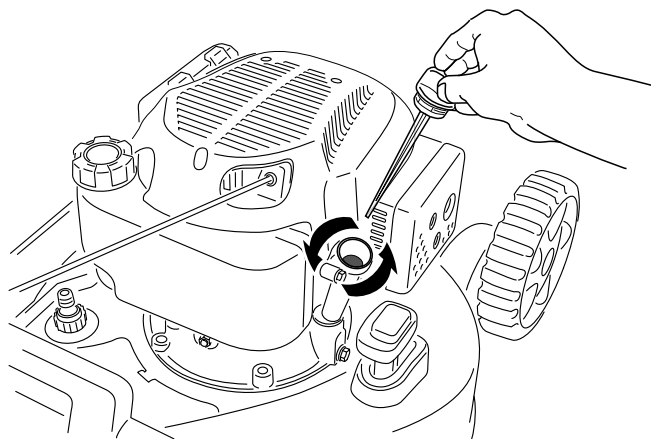

Figura 25
3. Retire la varilla girando el tapón en el sentido contrario a las agujas del reloj y tirando del mismo (Figura 25).
4. Ponga la máquina de lado (de modo que el filtro de aire quede hacia arriba) para drenar el aceite usado a través del tubo de llenado de aceite (Figura 25).